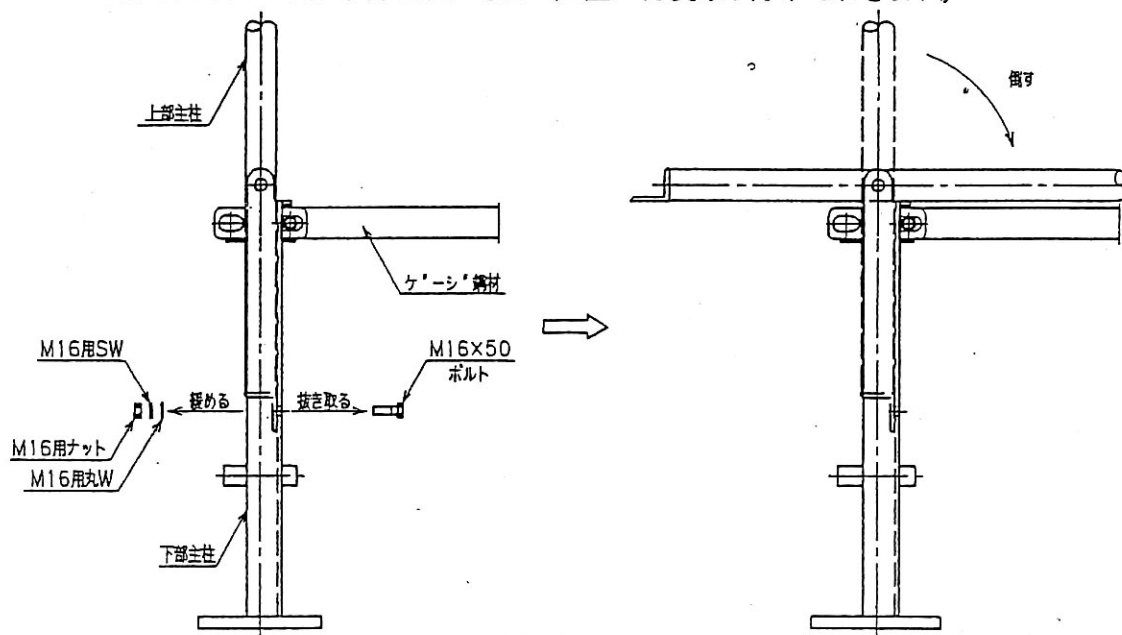

図10
- ② 図10の様に上部柱と下部柱を固定しているボルトを外します。